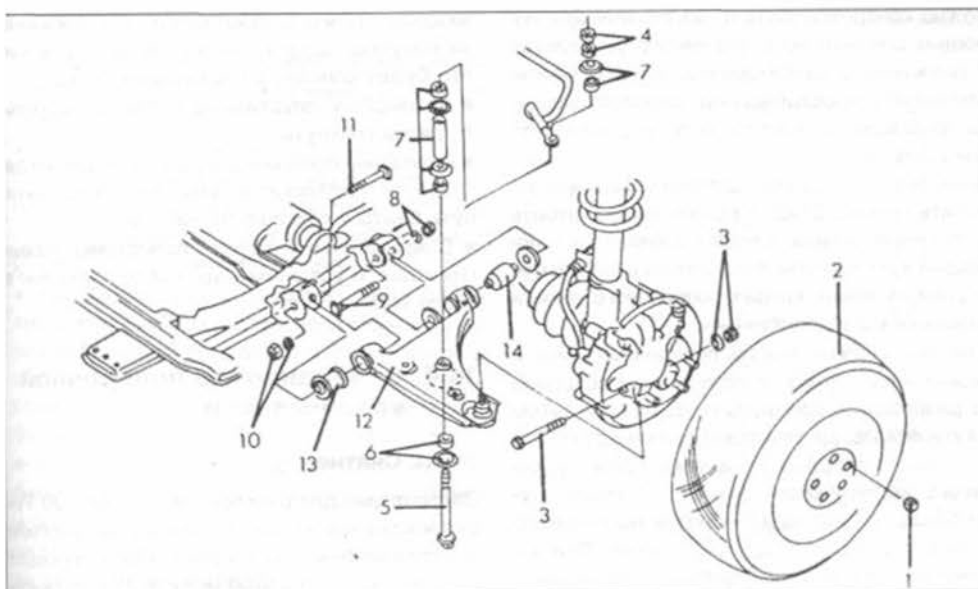
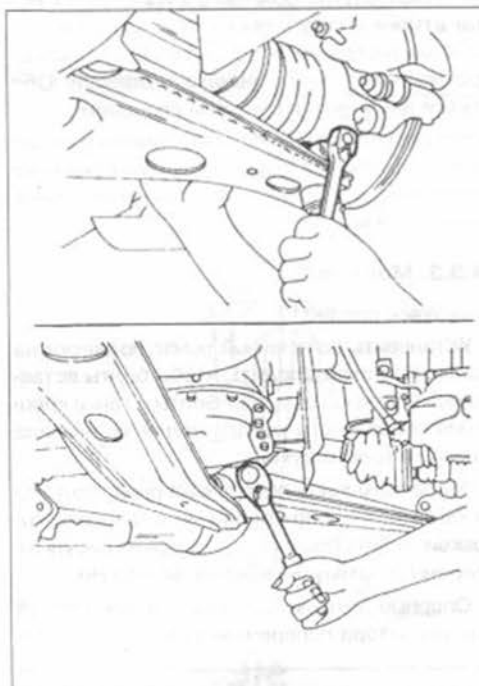

Рис. 190.
Рис.191.
Поперечный рычаг подвески можно легко снять, т. к. нет необходимости вынимать амортизационную стойку из автомобиля. На рис.190 показаны детали поперечного рычага подвески и стабилизатор поперечной устойчивости, и работы нужно проводить, пользуясь этим рисунком.
• На нижней стороне поворотного кулака освободить болты и гайки креплений с шаровой головкой и выбить болты (рис.191, вверху).
• Пользуясь рис.190, освободить болты и гайки (9) и (11) поперечного рычага подвески на кузове. Они находятся в месте, показанном на рис.191 (внизу). При этом следить, какое направление указывает головка болта.
Пользуясь рис.190:
Закрепление деталей показано на рис.190. Рисунок показывает конструкцию у автомобиля с управлением двух колес. Последующее описание касается этой модели. При установленном управлении четырех колес нужно всю переднюю вспомогательную раму освободить от кузова, чтобы добраться до отдельных креплений.